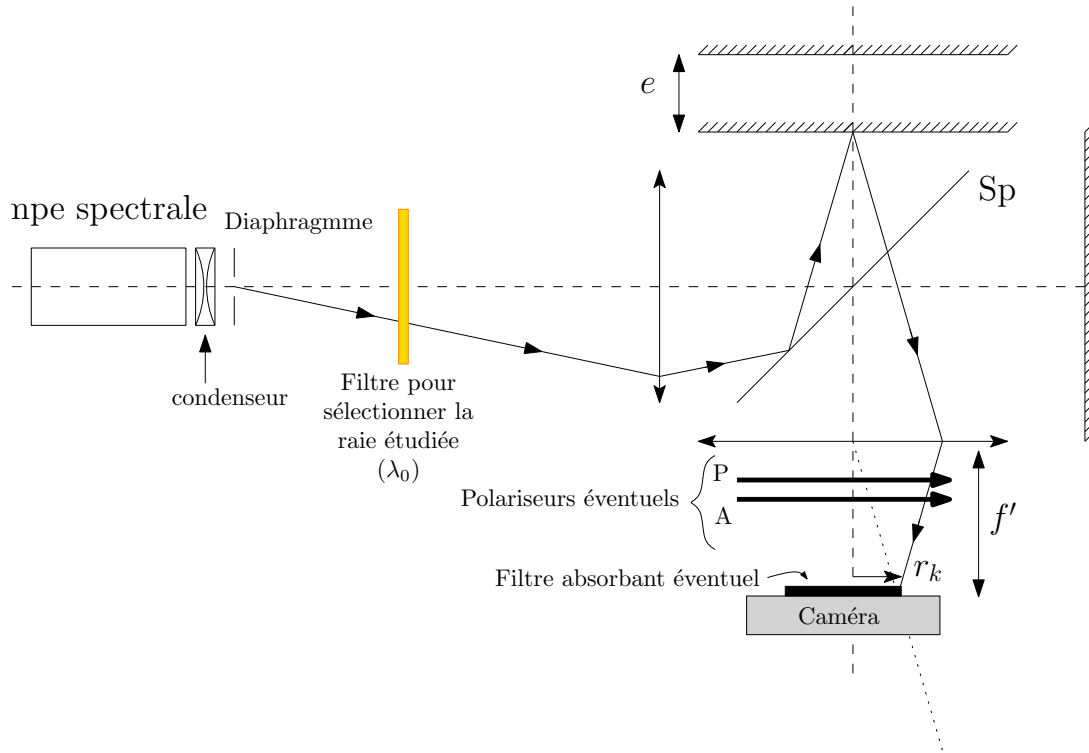

Figure 1
- ✗ Quelque soit la méthode d'exploitation, le montage est le même : il est donné par la figure 1 (Dans le cas de l'étude d'un filtre interférentiel, remplacer la lampe spectrale par une lampe QI).
- ✗ On réalise le même montage que précédemment (figure 1). Dans le logiciel Caliens, on visualise la FFT de $I(t)$.